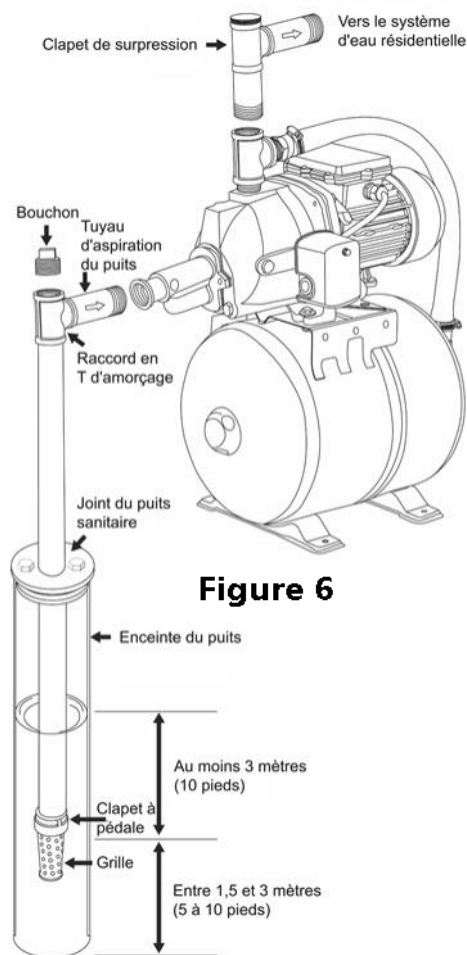

Figure 6
4. Installer un raccord en T d'amorçage avec un bouchon sur le tuyau d'aspiration de la source d'eau dans la Figure 6. Un clapet de non retour intégré devrait également être installé sur la conduite d'aspiration se rendant vers la pompe. Installer un raccord union ou autre qui permettra la séparation aisée de la pompe de sa tuyauterie pour faciliter l'entretien. Assurer que du ruban téflon ou du composé d'étanchéité de tuyau sont bien utilisés sur tous les raccords.